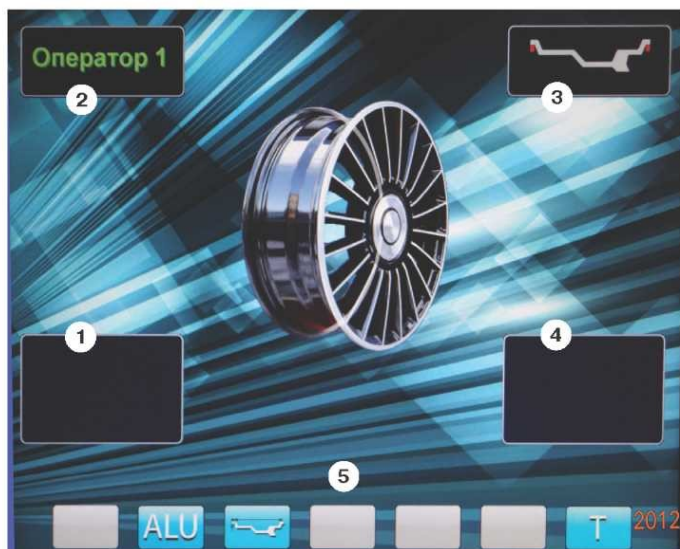
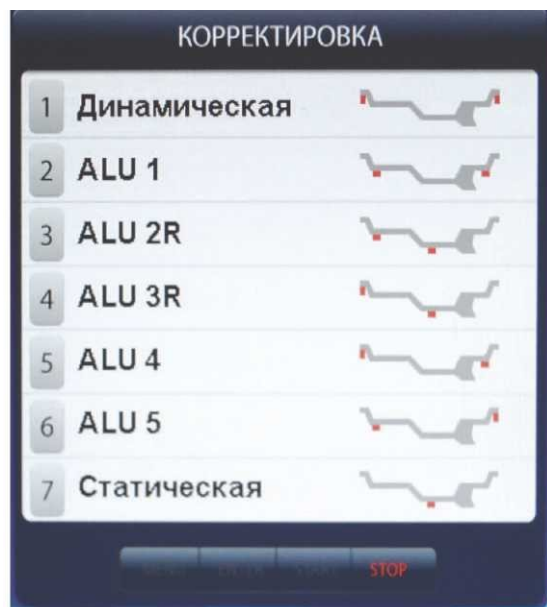

рис.8.2.
рис.11.3.
8.3. После включения питания СБ на экране монитора отображается фирменная заставка, которая через несколько секунд сменяется отображением экрана основного рабочего режима (рис. 8.2).
Для выбора схем расположения грузов в программах ALU1-ALU5 необходимо, находясь в режиме основного рабочего экрана, нажать кнопку «ALU», при этом открывается окно схем установки грузов, отмеченных номерами рис.11.3. Если после введения размеров колеса установился экран ввода геометрических параметров, необходимо перейти в экран основного рабочего режима нажатием кнопки «STOP». Для выбора нужной схемы нажмите кнопку верхнего ряда клавиатуры с соответствующим номером. Выбранная схема установки грузов отображается в окне 3 экрана основного рабочего режима (рис. 8.2).
12.2. При включении СБ программа измерения дисбаланса настраивается таким образом, что дисбаланс менее 5 г (заводская установка) на любой плоскости коррекции не показывается, в этом случае в окнах 1 и 4 (рис. 8.2) высвечиваются «OK». Минимальный дисбаланс отображающийся в окнах 1 и 4 равен 5 г. Дисбаланс, превышающий 8 г, округляется до величины кратной 5, т. е. дисбаланс 9, 10, 11 и 12 г отображается цифрой 10, дисбаланс 13, 14, 15, 16 и 17 г - цифрой 15 и т. д. Для просмотра неокругленного значения дисбаланса или дисбаланса менее 5 г. необходимо нажать кнопку «<», при этом в окнах 1 и 4 на 2-3 сек высвечиваются фактические значения дисбаланса, определенные в данном запуске.